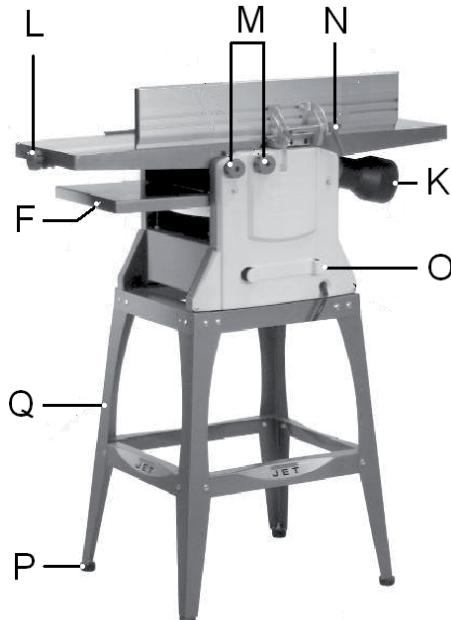

Рис. 2
- Кабель электропитания следует обматывать вокруг крючков для хранения (О, Рис. 2).